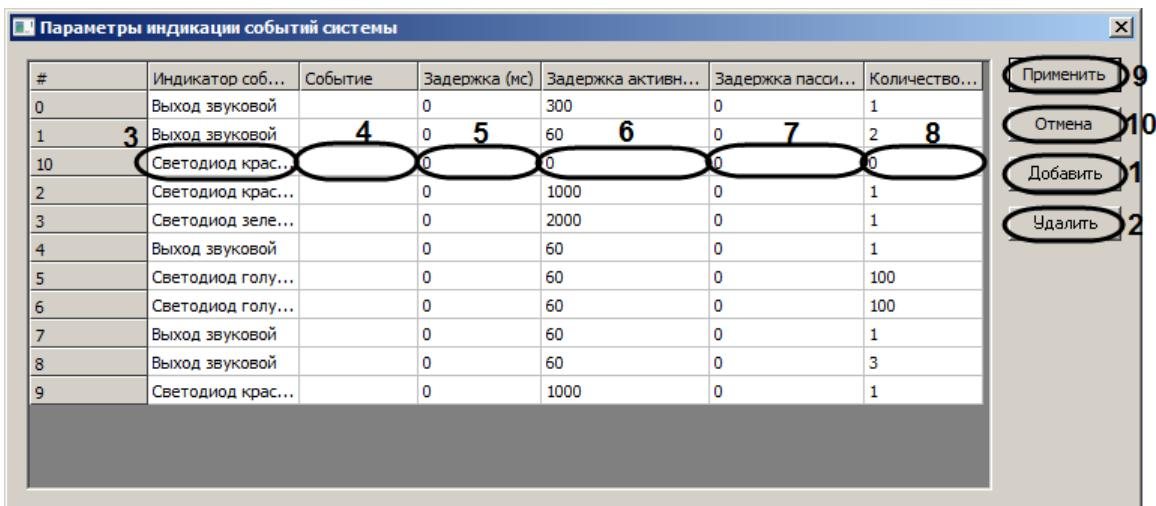

Рис. 3.5—4 Настройка индикации событий
4. Для добавления нового правила индикации нажать на кнопку **Добавить** (см. Рис. 3.5—4, 1).
*Примечание. Для удаления правила индикации необходимо выделить ячейку в строке, соответствующей данному правилу, и нажать на кнопку **Удалить** (см. Рис. 3.5—4, 2).*